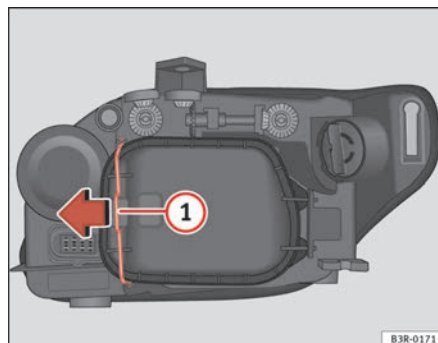

Fig. 216 Lâmpada da luz de presença
⇒ página 284, fig. 216, facilita a substituição da lâmpada do indicador de mudança de direcção. ■
- Desloque o tirante ⇒ **fig. 216** ① no sentido da seta e retire a tampa rígida separando primeiro o lado do tirante e retirando depois as duas patilhas da extremidade contrária da tampa.